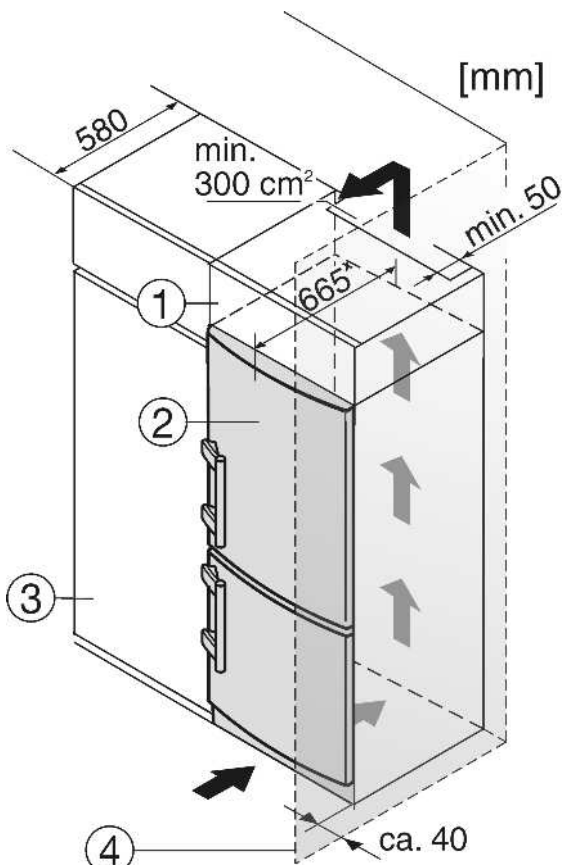

Fig. 9
Устройство может быть окружено предметами кухонной обстановки. Чтобы уравнять устройство Fig. 9 (2) по высоте с кухонной стенкой, можно установить над устройством соответствующий дополнительный шкафчик Fig. 9 (1).
При комбинировании с кухонными шкафами (глубина макс. 580 мм) устройство можно установить непосредственно рядом с кухонным шкафом Fig. 9 (3). Устройство выступает сбоку на 70 мм * и по центру на 85 мм * относительно передней стенки кухонного шкафа.
Если устройство установлено на шарнирах у стены Fig. 9 (4), то расстояние между устройством и стеной должно быть не менее 40 мм. Настолько выступает ручка при открытой дверце.